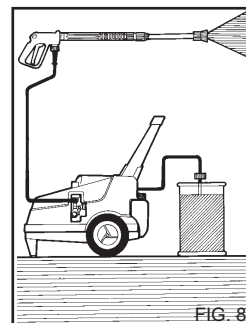

FIG. 8
После использования моющего средства система всасывания химиката должна быть промыта чистой водой, (fig. 8).
1) После использования моющего средства сполосните под давлением контур подачи воды: включите насос на 1 минуту с полностью закрытым дозировочным краном. (fig. 8)
4) После использования моющего средства сполосните под давлением контур подачи воды: включите насос на 1 минуту с полностью закрытым дозировочным краном. (fig. 8).